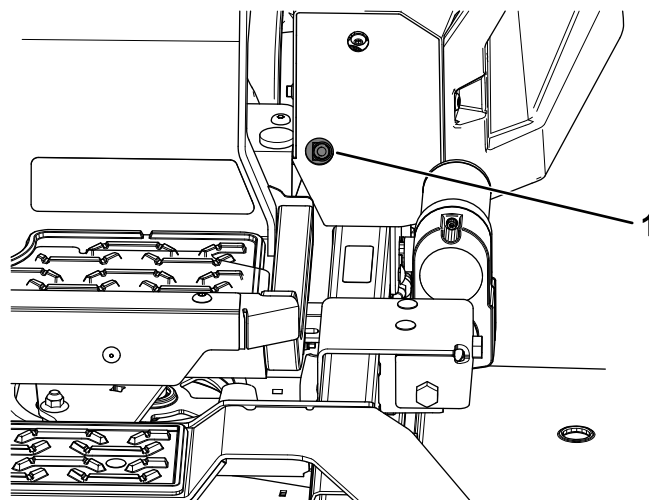
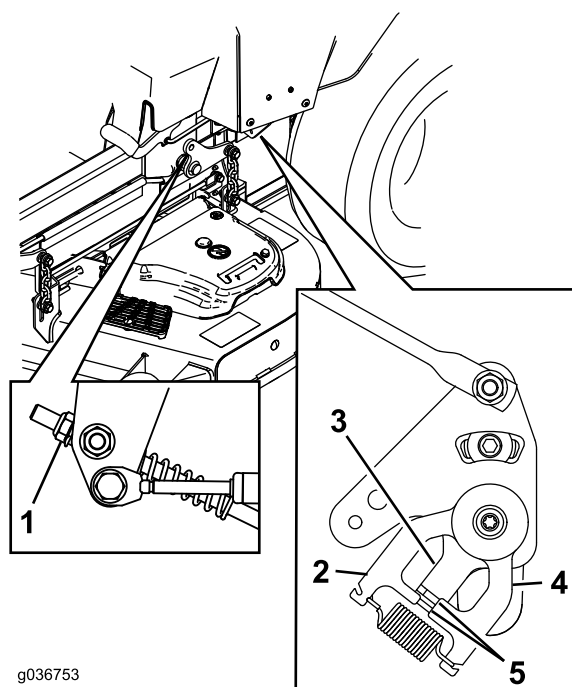

Figura 63
Figura 64
11. Reglați lungimile tije de control a pompei prin rotirea piuliței în direcția corespunzătoare până când roile încep să se rotească ușor în mararier (Figura 63 i Figura 64).